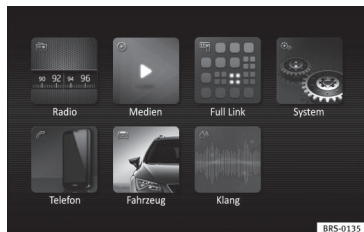

Abb. 80 Easy Connect: Hauptmenü.
- Drücken Sie die Infotainment-Taste **MENU** / und tippen Sie anschließend die Funktionsfläche **Fahrzeug** an » Abb. 80.